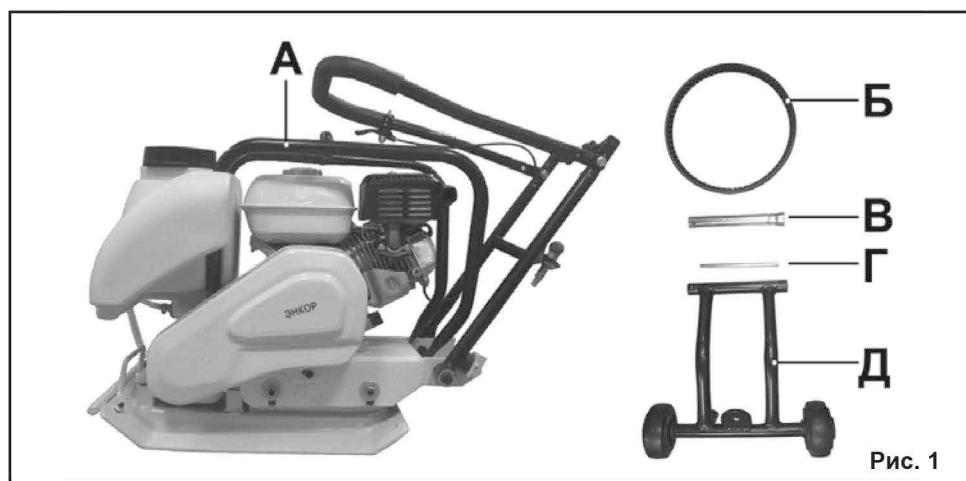

Рис. 1
- 3.1. Комплектность виброплиты представлена на Рис. 1.